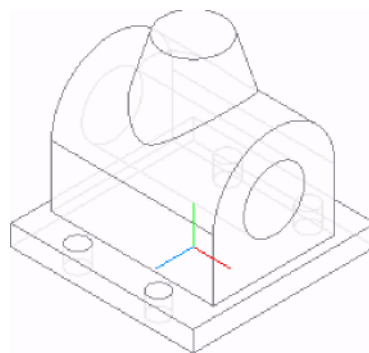

Рис. 7.29
8. Застосовуємо команду  Вирізати видавлюванням з наступними параметрами: Напрямок видавлювання - Пряме, Спосіб побудови - Через всі (рис. 7.29).